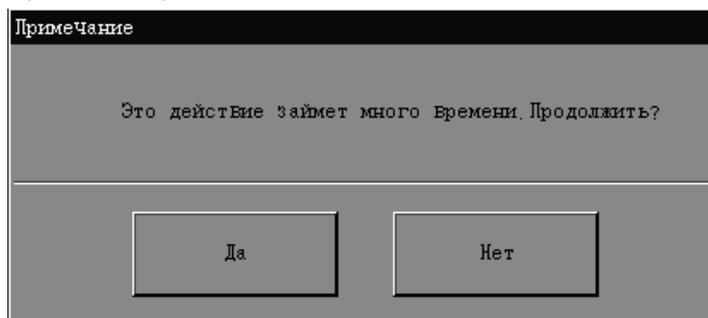

Рис. 10-19 Диалоговое окно
1. На экране «Обслуживание» **НАЖМИТЕ** кнопку «Всё устройство». Откроется диалоговое окно (Рис. 10-19).